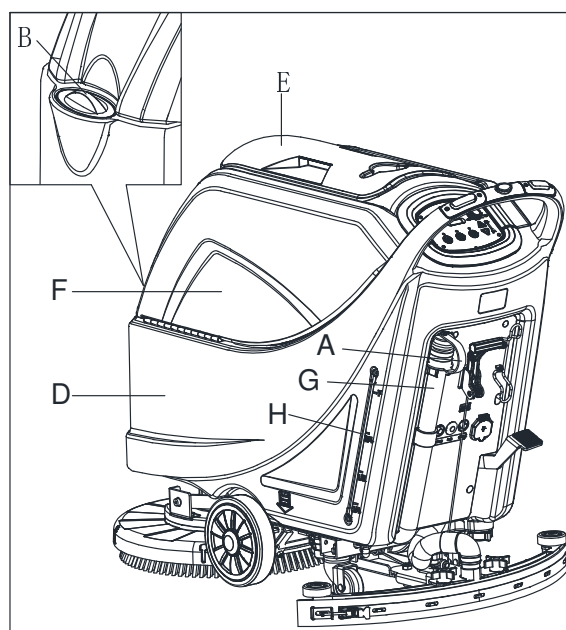

Figura 7
1. Abra la tapa de la entrada de agua (B, Figura 7).